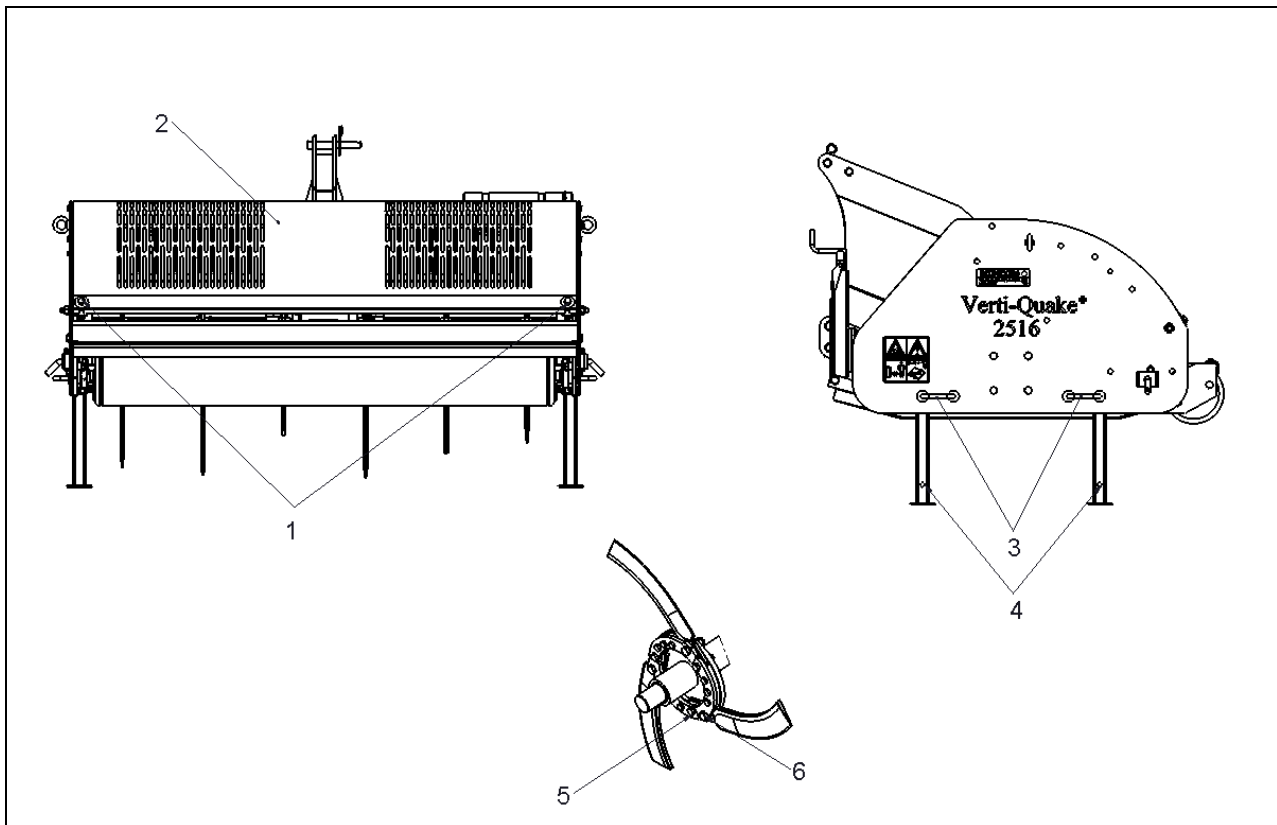

Fig. 8
1. Abra el panel de acceso (2) a resolver por los tornillos (1) y la escotilla de acceso a subir. (fig. 8)
12. Cerrar el panel de acceso (2) y, desde luego, esto por medio de los pernos (1) rotar. (fig. 8)